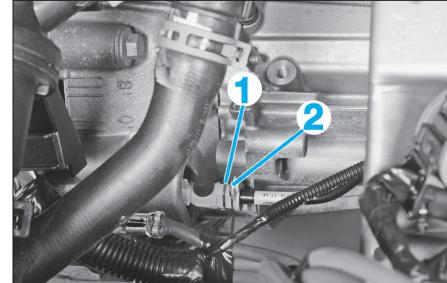

FIG. 3
- Soulever l'agrafe (1) (Fig.3) de la canalisation du cylindre récepteur sur la boîte de vitesses.
- Tirer d'un cran en arrière la canalisation d'embrayage (2).
- Retirer l'agrafe (4).
- Débrancher la canalisation (5).
- Déposer l'émetteur (6) du tablier en le tournant d'un quart de tour dans le sens horaire (fixation de type baïonnette), à l'aide de l'outil [1].